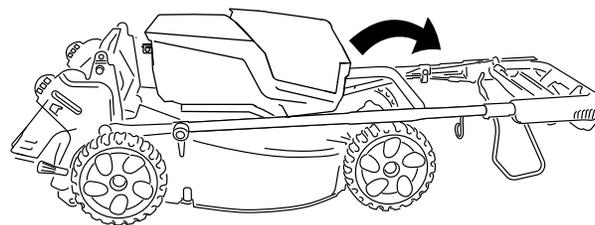

Figure 22
5. Rabattez la partie supérieure du guidon vers le moteur ; voir Figure 22.